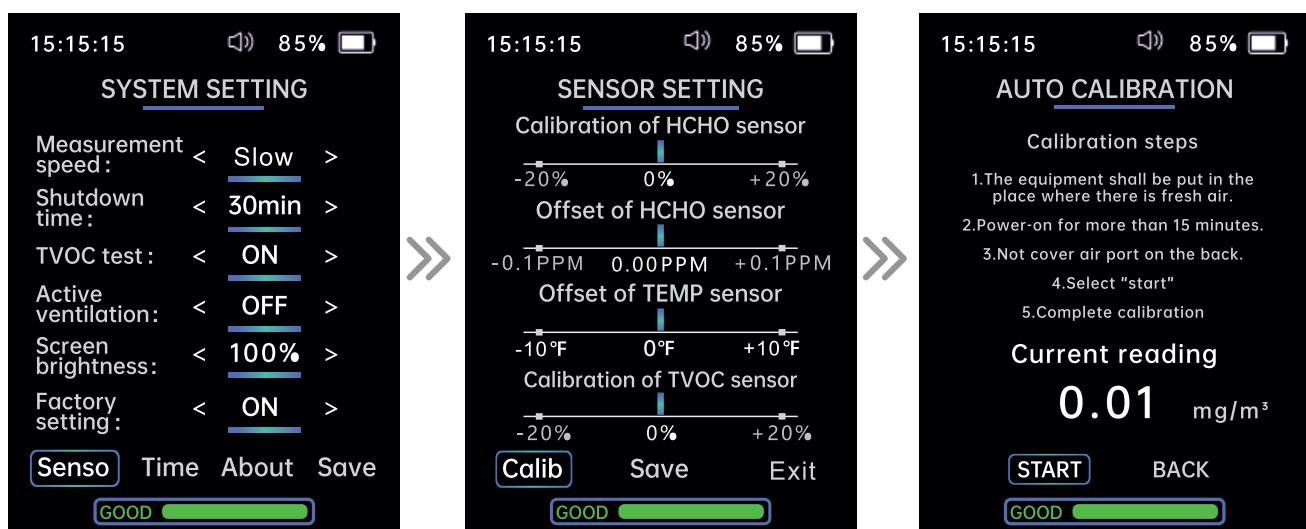

Abbildung 6
Das Menü Systemeinstellungen (Abb. 6) dient zur Einstellung der Gerätefunktionen und -parameter. Drücken Sie die Links- (4) und Rechts-Taste (8), um zwischen den Fenstern der Systemeinstellungen und der Kalibrierung zu wechseln.
El menú de ajustes del sistema (fig. 6) se utiliza para ajustar las funciones y parámetros del aparato. Pulse los botones Izquierda (4) y Derecha (8) para cambiar entre las ventanas de ajuste del sistema y de calibración.